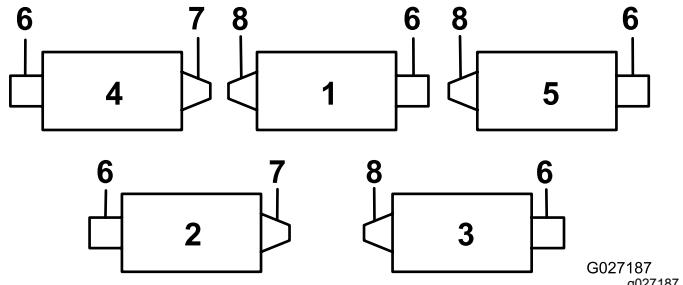
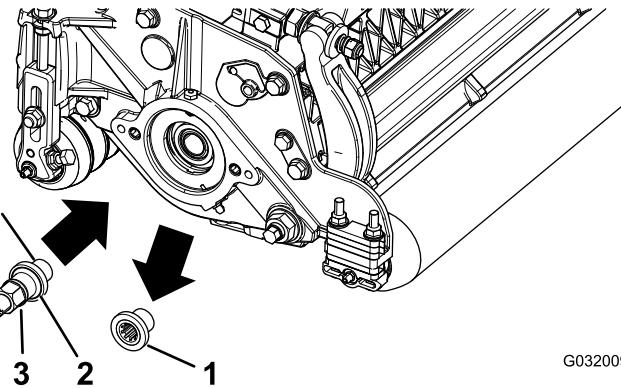

Figure 1
Figure 2
Toutes les unités de coupe sont livrées avec le contrepoids monté sur le côté gauche. Reportez-vous à la Figure 1 pour déterminer la position de la brosse de rouleau et des moteurs des cylindres.
6. Retirez l'insert fileté de l'unité de coupe pour l'entraînement de brosse de rouleau arrière (Figure 1) et mettez-le au rebut (Figure 2).
Remarque: Les inserts filetés à gauche se trouvent sur les unités de coupe n° 1, 3 et 5 (Figure 1).
8. Appliquez du frein-filet sur le filetage de l'arbre d'entraînement (Figure 2) et posez l'arbre d'entraînement en le serrant à un couple de 115 à 128 N·m.